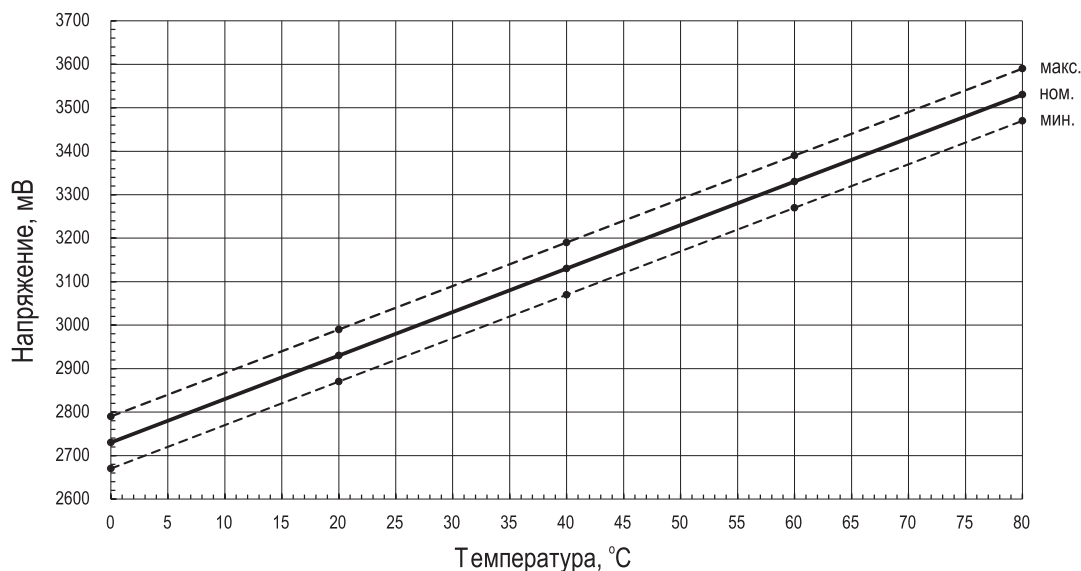

Рис.23 Напряжение на датчике в зависимости от температуры
- Проверить датчики температуры путем измерения напряжения на них, зависящего от температуры окружающей среды (**см. Рис.23**).